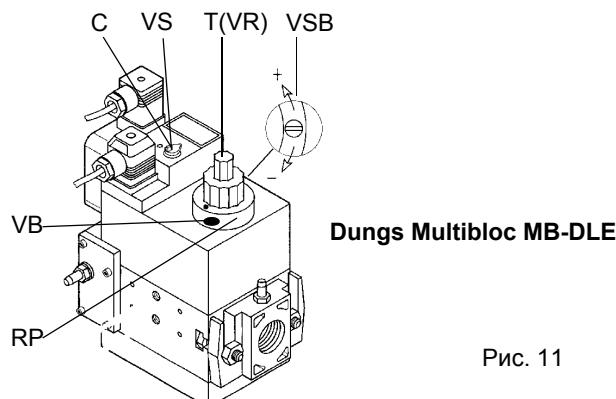

Рис. 11
- 1 Прежде чем запускать горелку, отрегулировать медленное открытие клапанной группы: для регулировки медленного открытия, снять крышечку T (см. Рис. 11), перевернуть ее и вставить на штырь VR соответствующим пазом, расположенным сверху. При вкручивании расход при розжиге уменьшается, при откручивании расход при розжиге увеличивается. Не регулировать винт VR с помощью отвертки. **Примечание:** Винт VSB должен сниматься только для замены катушки